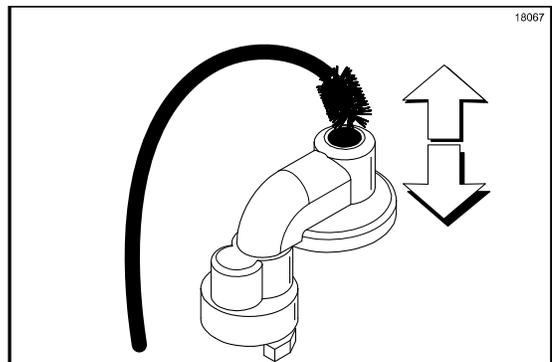

Figura 86
8. Introduzca el cepillo negro blindado por la parte inferior de la válvula de entrada. Mueva el cepillo hacia delante y hacia atrás para restregar esta área, en particular alrededor de la esfera de acero. (Vea la figura 86).